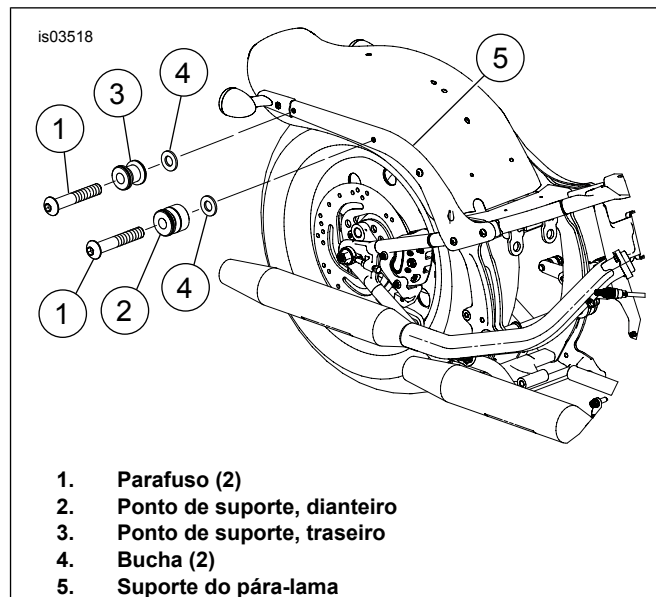

Figura 1. Ferragem existente (com pontos de suporte)
2. *Pontos de suporte já instalados:* Veja a Figura 1. Remova os parafusos (1), o ponto de suporte dianteiro (2), o ponto de suporte traseiro (3) e as buchas (4) do suporte do pára-lama (5). Descarte os parafusos, mas guarde os pontos de suporte e as buchas para a instalação do kit. *Ponto de suporte não instalado anteriormente:*